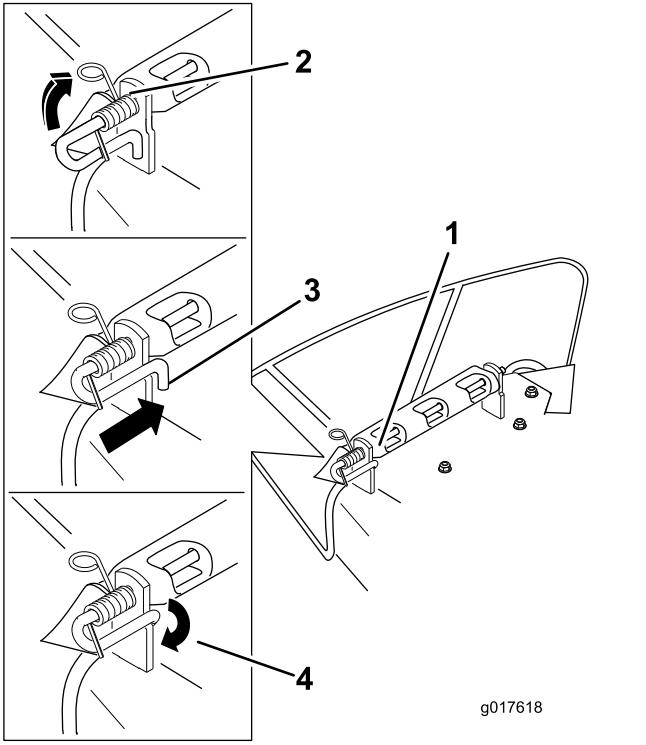

Figure 74
3. Positionnez le nouveau déflecteur d'éjection en plaçant les extrémités du support entre les supports soudés du tablier, comme illustré à la Figure 74.
6. Soulevez le côté avec la boucle du ressort et placez-le dans le cran du support de déflecteur (Figure 74).
7. Fixez l'ensemble tige et ressort en le tournant de sorte à pouvoir placer l'extrémité courte de la tige derrière le support avant soudé au tablier de coupe (Figure 74).